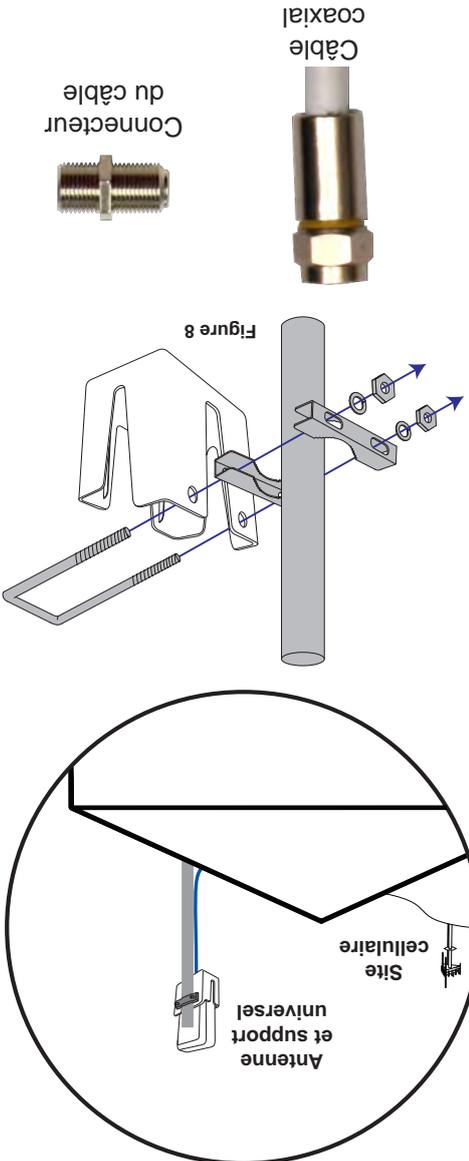

Figure 8
3. Insérez le boulon en U fourni dans les trous du support universel et faites glisser la moitié du système de support dans le boulon en U (voir figure 8).